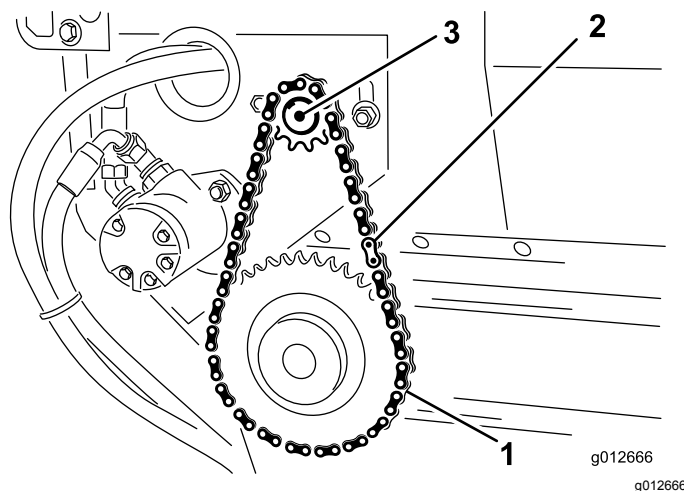

Figura 38
- Monte la cadena en el piñón pequeño y fije la cadena con el eslabón maestro (Figura 38).